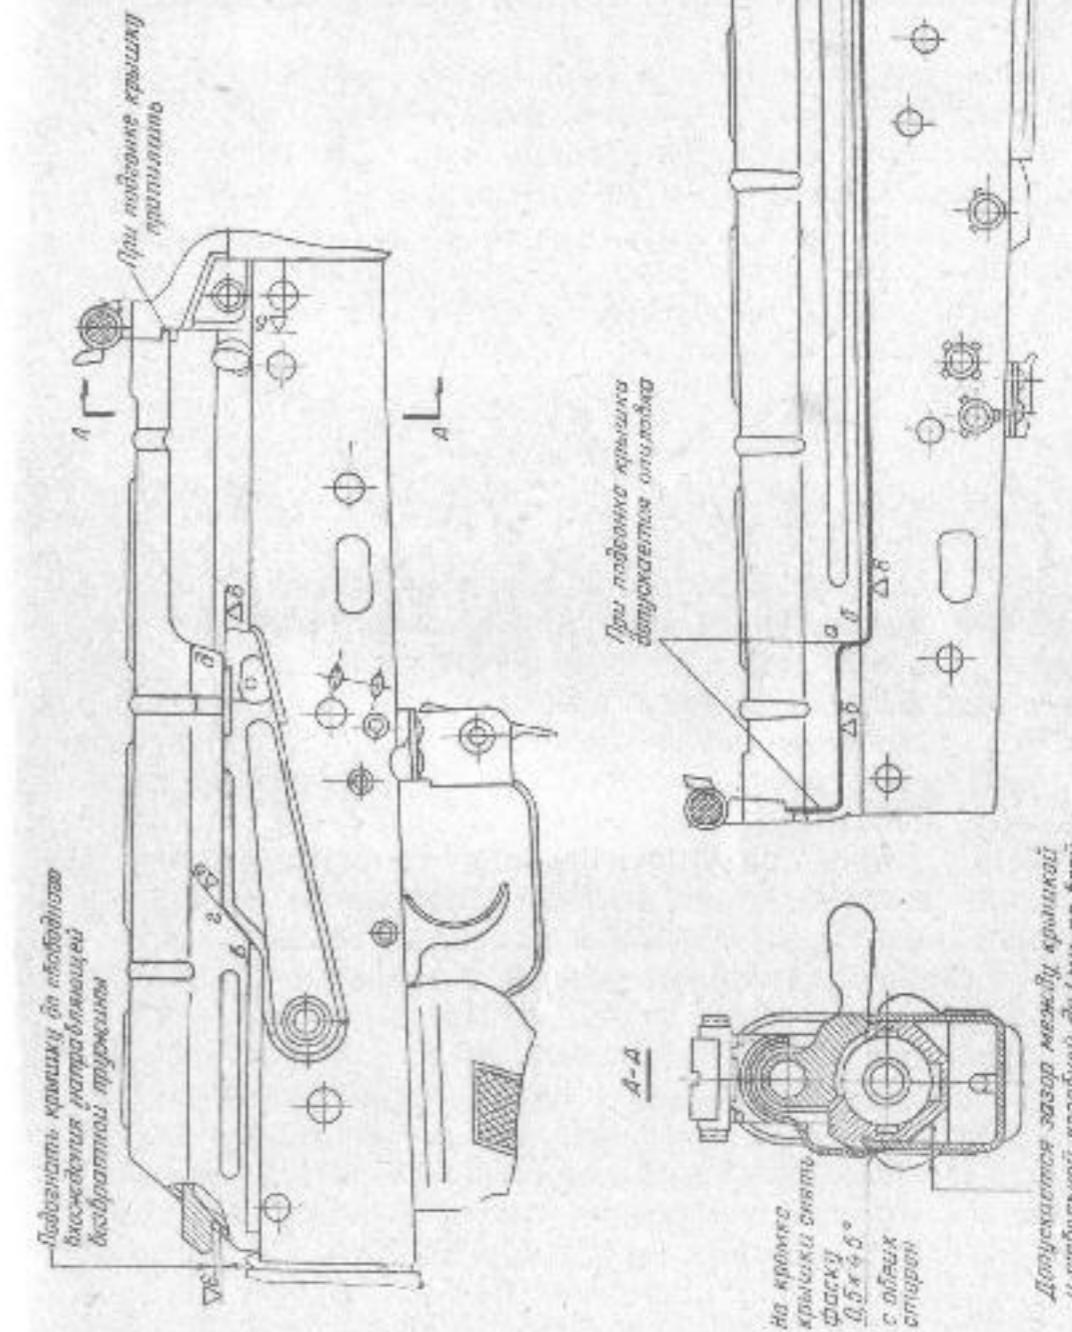

Рис. 41. Подгонка крышки ствольной коробки
1. Подобрать крышку ствольной коробки по месту. При необходимости опилить передний торец крышки ствольной коробки или стенку выреза *ab* для уступа ствольной коробки (рис. 41) так, чтобы она свободно соединялась со ствольной коробкой; продольное перемещение крышки допускается не более 0,5 мм.